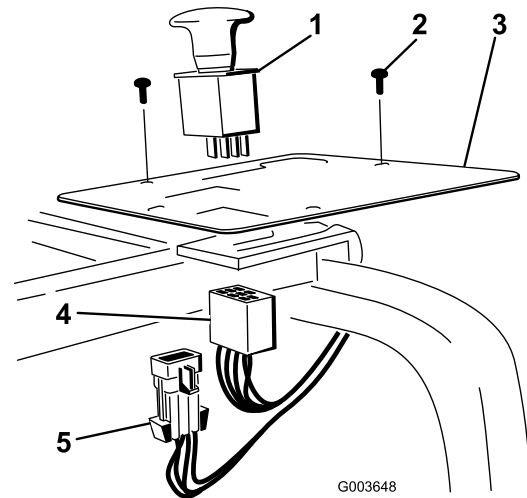

Figura 35
2. Retire el tapón de plástico del panel e instale el interruptor en el panel (Figura 35).
4. Conecte el arnés al interruptor del panel de control (Figura 35).
6. Conecte el conector del arnés principal al arnés principal (Figura 35).